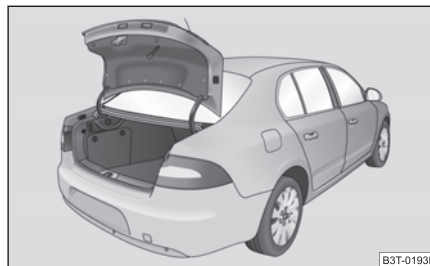

Fig. 44 Capacul portbagajului
După descuierea autovehiculului de la telecomandă, resp. cu cheia ⇒ pagina 47, puteți deschide capacul mic al portbagajului ⇒ fig. 44.
- Apăsați maneta de pe partea interioară a capacului portbagajului ⇒ fig. 43, capacul se ridică automat ⇒ fig. 44.